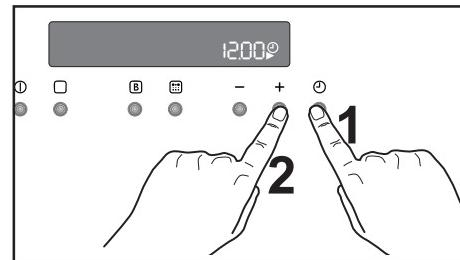

Abb. 1
a) Drücken Sie die Taste und stellen Sie, während das Symbol blinkt, die Uhrzeit mit den Tasten “” oder “” ein (Abb. 1).